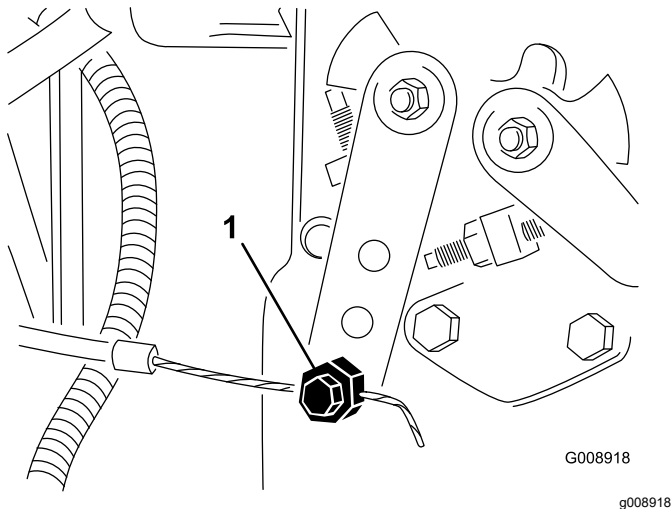

Figura 63
2. Allentate il raccordo del cavo dell'acceleratore sulla leva della pompa di iniezione (**Figura 63**).